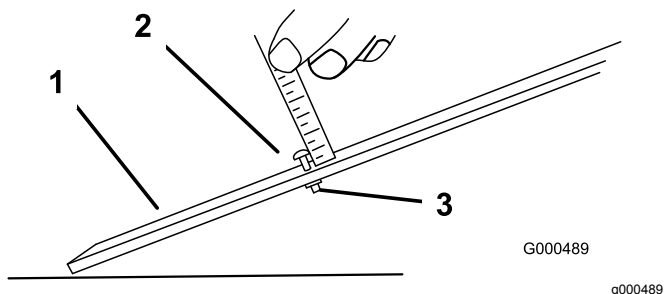

Рисунок 10
2. Ослабьте гайку мерной планки и установите регулировочный винт на требуемую высоту скашивания (Рисунок 10).